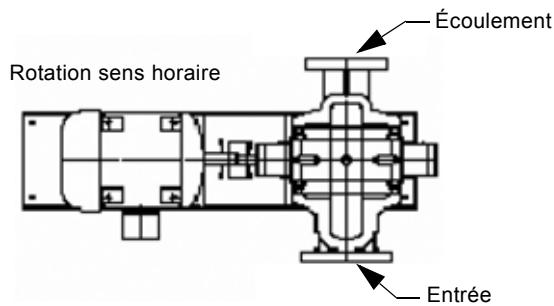

Fig. 10 KP, vue plane de rotation sens horaire
3. Vérifier une nouvelle fois l'alignement de l'arbre après le branchement final de la tuyauterie à la pompe ; s'assurer également que le câblage du moteur a été vérifié, que le sens de rotation correct a été établi et que la tuyauterie a été remplie de liquide. Voir fig. 10 et 11.